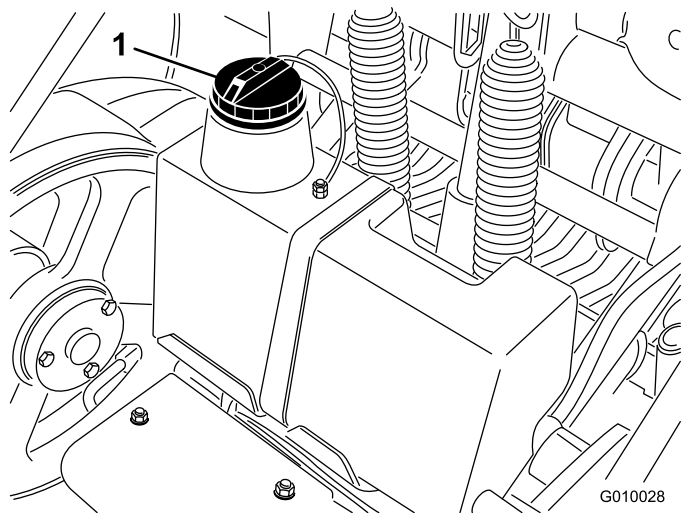

図 19
3. 油圧オイル・タンクの注油口周辺をきれいに拭き、キャップ (図 19) を外す。給油口からキャップを取る。